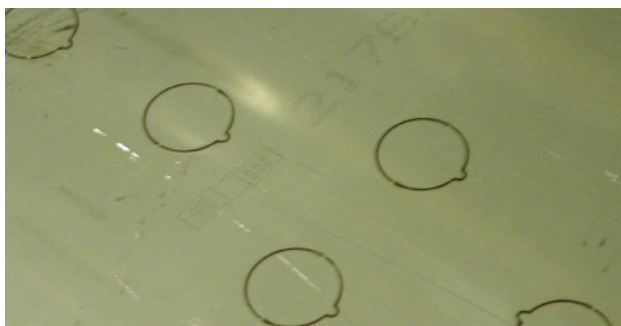

Fig. 6.13
- Vaak worden dezelfde producten voor meerdere toepassingen gebruikt. Neem bijvoorbeeld een schakelkast waar verschillende componenten in geplaatst worden. Afhankelijk van de componenten in de schakelkast heeft men een aantal openingen nodig. Kies dan voor handmatig uitdrukken van plaatdelen. De laser laat kleine bruggen staan waardoor de binnenkant van het gat in de plaat blijft zitten. Dit deel kan handmatig uitgedrukt worden. (Fig. 6.13)